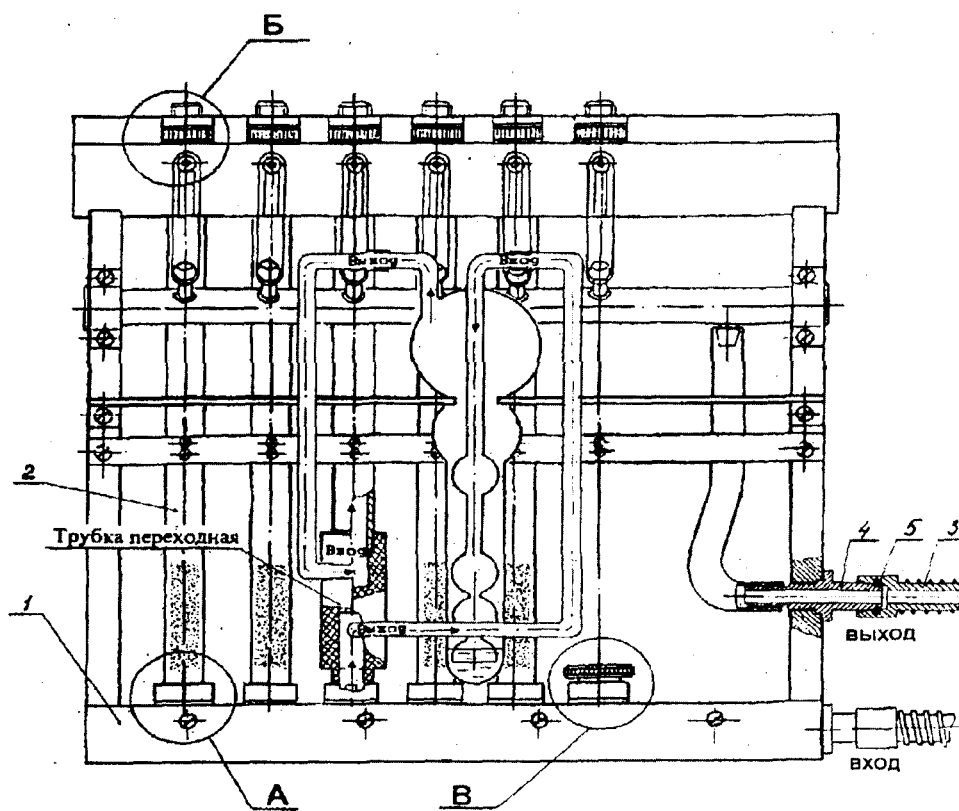

Рисунок 2 - Кассета
4.2 Кассета (рисунок 2) состоит из входного коллектора 1 и шести подвижных дроссельных узлов (вид Б).
4.5 Герметичность соединения кассета-корпус аспиратора обеспечивается конструкцией штуцеров поз. 3, 4 и резиновым кольцом 008-012-25 ГОСТ 9833 поз. 5 (рисунок 2).
6.9 Установите в дроссельные узлы кассет сопла критические с нужным расходом (значение расхода воздуха в  $\text{дм}^3/\text{мин}$  написано на критическом сопле). Для этого извлеките уплотняющие резиновые прокладки и вверните сопло критическое с нужным расходом в отверстие канала (рисунок 2, вид Б). В данном комплекте критические сопла установлены согласно заявке Заказчика.
7.1 Установить во все каналы каждой кассеты защитные фильтры 11, рисунок 2.
7.2 Установите в кассеты поглотительные приборы. Для установки сорбционных трубок вращением маховика 6 (рисунок 2) дроссельного узла переместите узел так, чтобы трубка свободно входила в кассету, установите трубку симметрично отверстиям канала и, вращая маховик дроссельного узла, прижмите трубку к нижней гребенке. Для установки барбатера установите переходник аналогично сорбционной трубке фторопластовой частью вниз. Барбатер стыкуется со штуцерами переходника с помощью фторопластовых трубок.
Каналы, по которым не будет проводиться отбор проб, закройте заглушками (рисунок 2, вид В, поз. 10).
7.5 Замена отработанных поглотительных устройств производится один раз в сутки после завершения суточного цикла отбора проб воздуха. Перед установкой новых поглотительных устройств из чашек 3 (рисунок 2, вид А) удалить влагу (при наличии).
8.1 Периодически один раз в неделю при непрерывной эксплуатации аспиратора, следует менять фильтры защиты сопел. Фильтры защиты установлены под верхней резиновой уплотняющей прокладкой (рисунок 2, вид Б, поз. 11). Для замены фильтра необходимо изъять кассету из каркаса и удалить поглотительные приборы, резиновую прокладку 9 и отработанный фильтр 11. Поставить свежий фильтр, вырезанный из фильтрованной ткани (из комплекта ЗИП) диаметром, равным наибольшему диаметру критического сопла 14 мм.